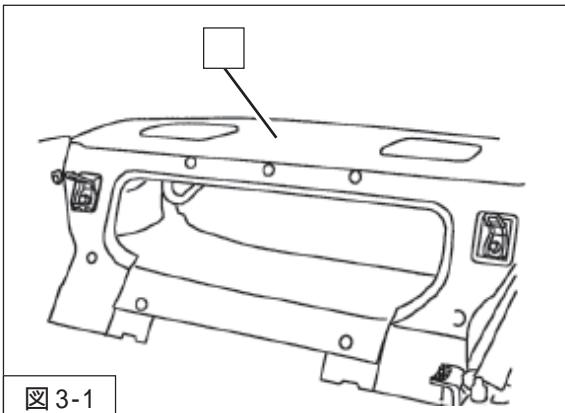

図 3-1
1. リアパーセルシェルフフィニッシャーを取外してください。(図 3-1)
7. リアパーセルシェルフフィニッシュヤーを車両に取付けてください。(図3-1)